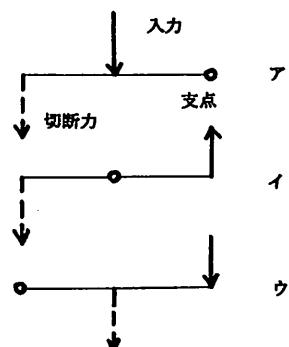

図3 てこの原理と鎌
- ①U字形 ②X字形 ③V字形 ④多刃形
鎌の構造は、てこの原理の応用である。図3に基本形を示す。アは①の握り鎌に、イは②の洋鎌や、唐時代の鎌が原点と言われる種子島鎌、博多鎌などに対応している。ウに対応する③は見かけることが少ないが、例えば葉巻切り鎌、押し切り鎌、採果鎌などに応用されている。②を多数並べたのが④である。これには、細かい切刃を多数持つ上刃と下刃を刃の裏面で擦り合わせたバリカンと、上刃と下刃をサンドイッチ